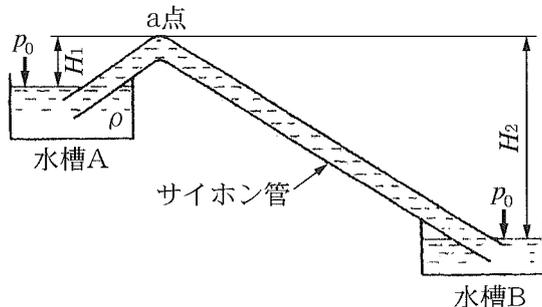

図3-1 サイホン作用
- (1) 図3-1のようなサイホン管に水を満たして、高さの異なる二つの水槽中に両端を入れたとき、水は 。これをサイホン作用という。解答番号は (7)。